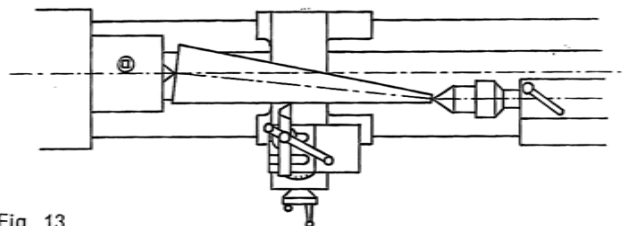

Fig. 13
- Il 1° metodo consiste nello spostamento laterale della contropunta (Fig. 13), (usato per conicità di piccolo valore in pezzi molto lunghi) si effettua col montaggio tra le punte;